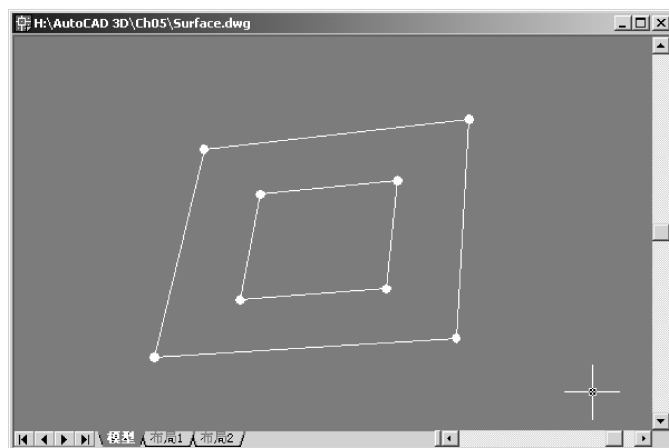

图 5-15 控制多面网格的边的可见性
由此创建的多面网格如图 5-15 所示。
选择“不可见 (I)”命令选项，则下面两点之间的边将具有不可见性。例如，用户依次按“i”、1、5、“i”、6、2、“i”、3、7、“i”、8、4、“i”、1、5 的顺序指定各个顶点，可以创建如图 5-15 中所示的图形。